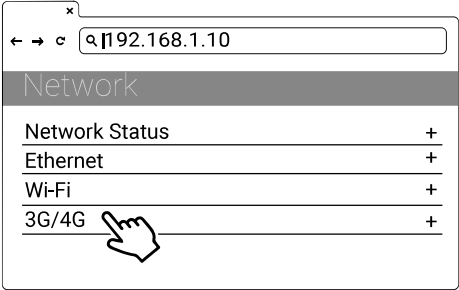

Figura 4-9 Información de red
- 4) Seleccione: SET I Network I 3G/4G. Vea la siguiente figura 4-9.